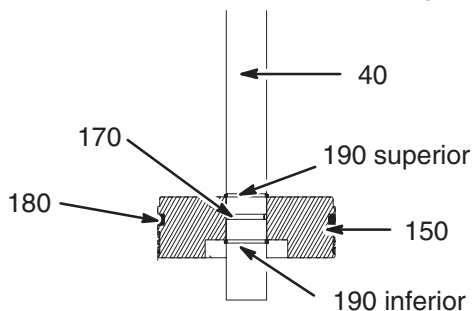

Fig. 22
11. Servicio del pistón del eje de elevación (Fig. 22):
- b. Desmonte el pistón (150) del eje de elevación (40) y observe si está dañado o desgastado. Cámbielo por uno nuevo si fuera necesario.
- c. Retire las dos juntas tóricas viejas (170) y (180) (Fig. 22) de la parte interior y exterior del pistón. Cámbielas por nuevas juntas tóricas.
- e. Monte de nuevo el pistón (150) en el pistón de elevación (40). Coloque el pistón contra el retén superior.
- f. Coloque de nuevo el retén inferior del pistón (190) en su ranura, entre la base del pistón y el extremo de la varilla de elevación.
12. Vuelva a insertar la varilla del pistón (40) en su cilindro.